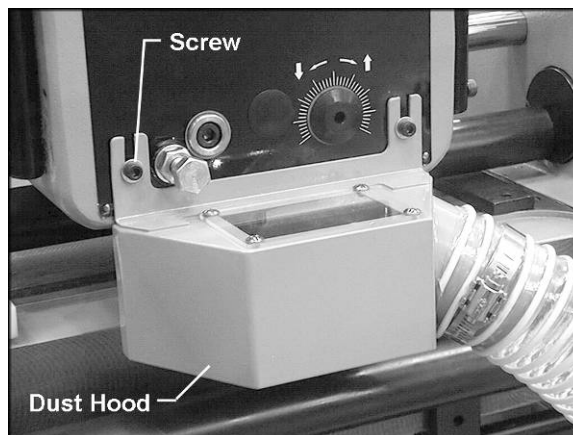

Рис. 5
2. При помощи 4 мм шестигранного ключа ослабьте 2 крепежных винта на передней стенке передней бабки (Рис. 5).